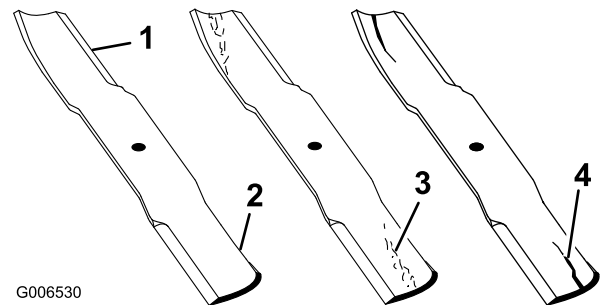

Figure 54
1. Examinez le tranchant des lames (Figure 54). Si les lames ne sont pas tranchantes ou si elles présentent des indentations, déposez-les et aiguisiez-les (voir Aiguisage des lames).
2. Inspectez les lames, surtout la partie relevée (Figure 54). Remplacez immédiatement toute lame
usée ou qui présente une fissure ou une entaille (repère 3. de la Figure 54).